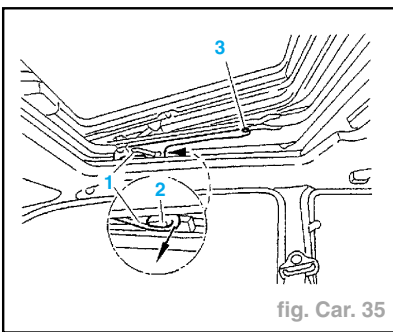

fig. Car. 35
- Déposer la vis (3) (de chaque côté) (fig. Car. 35).